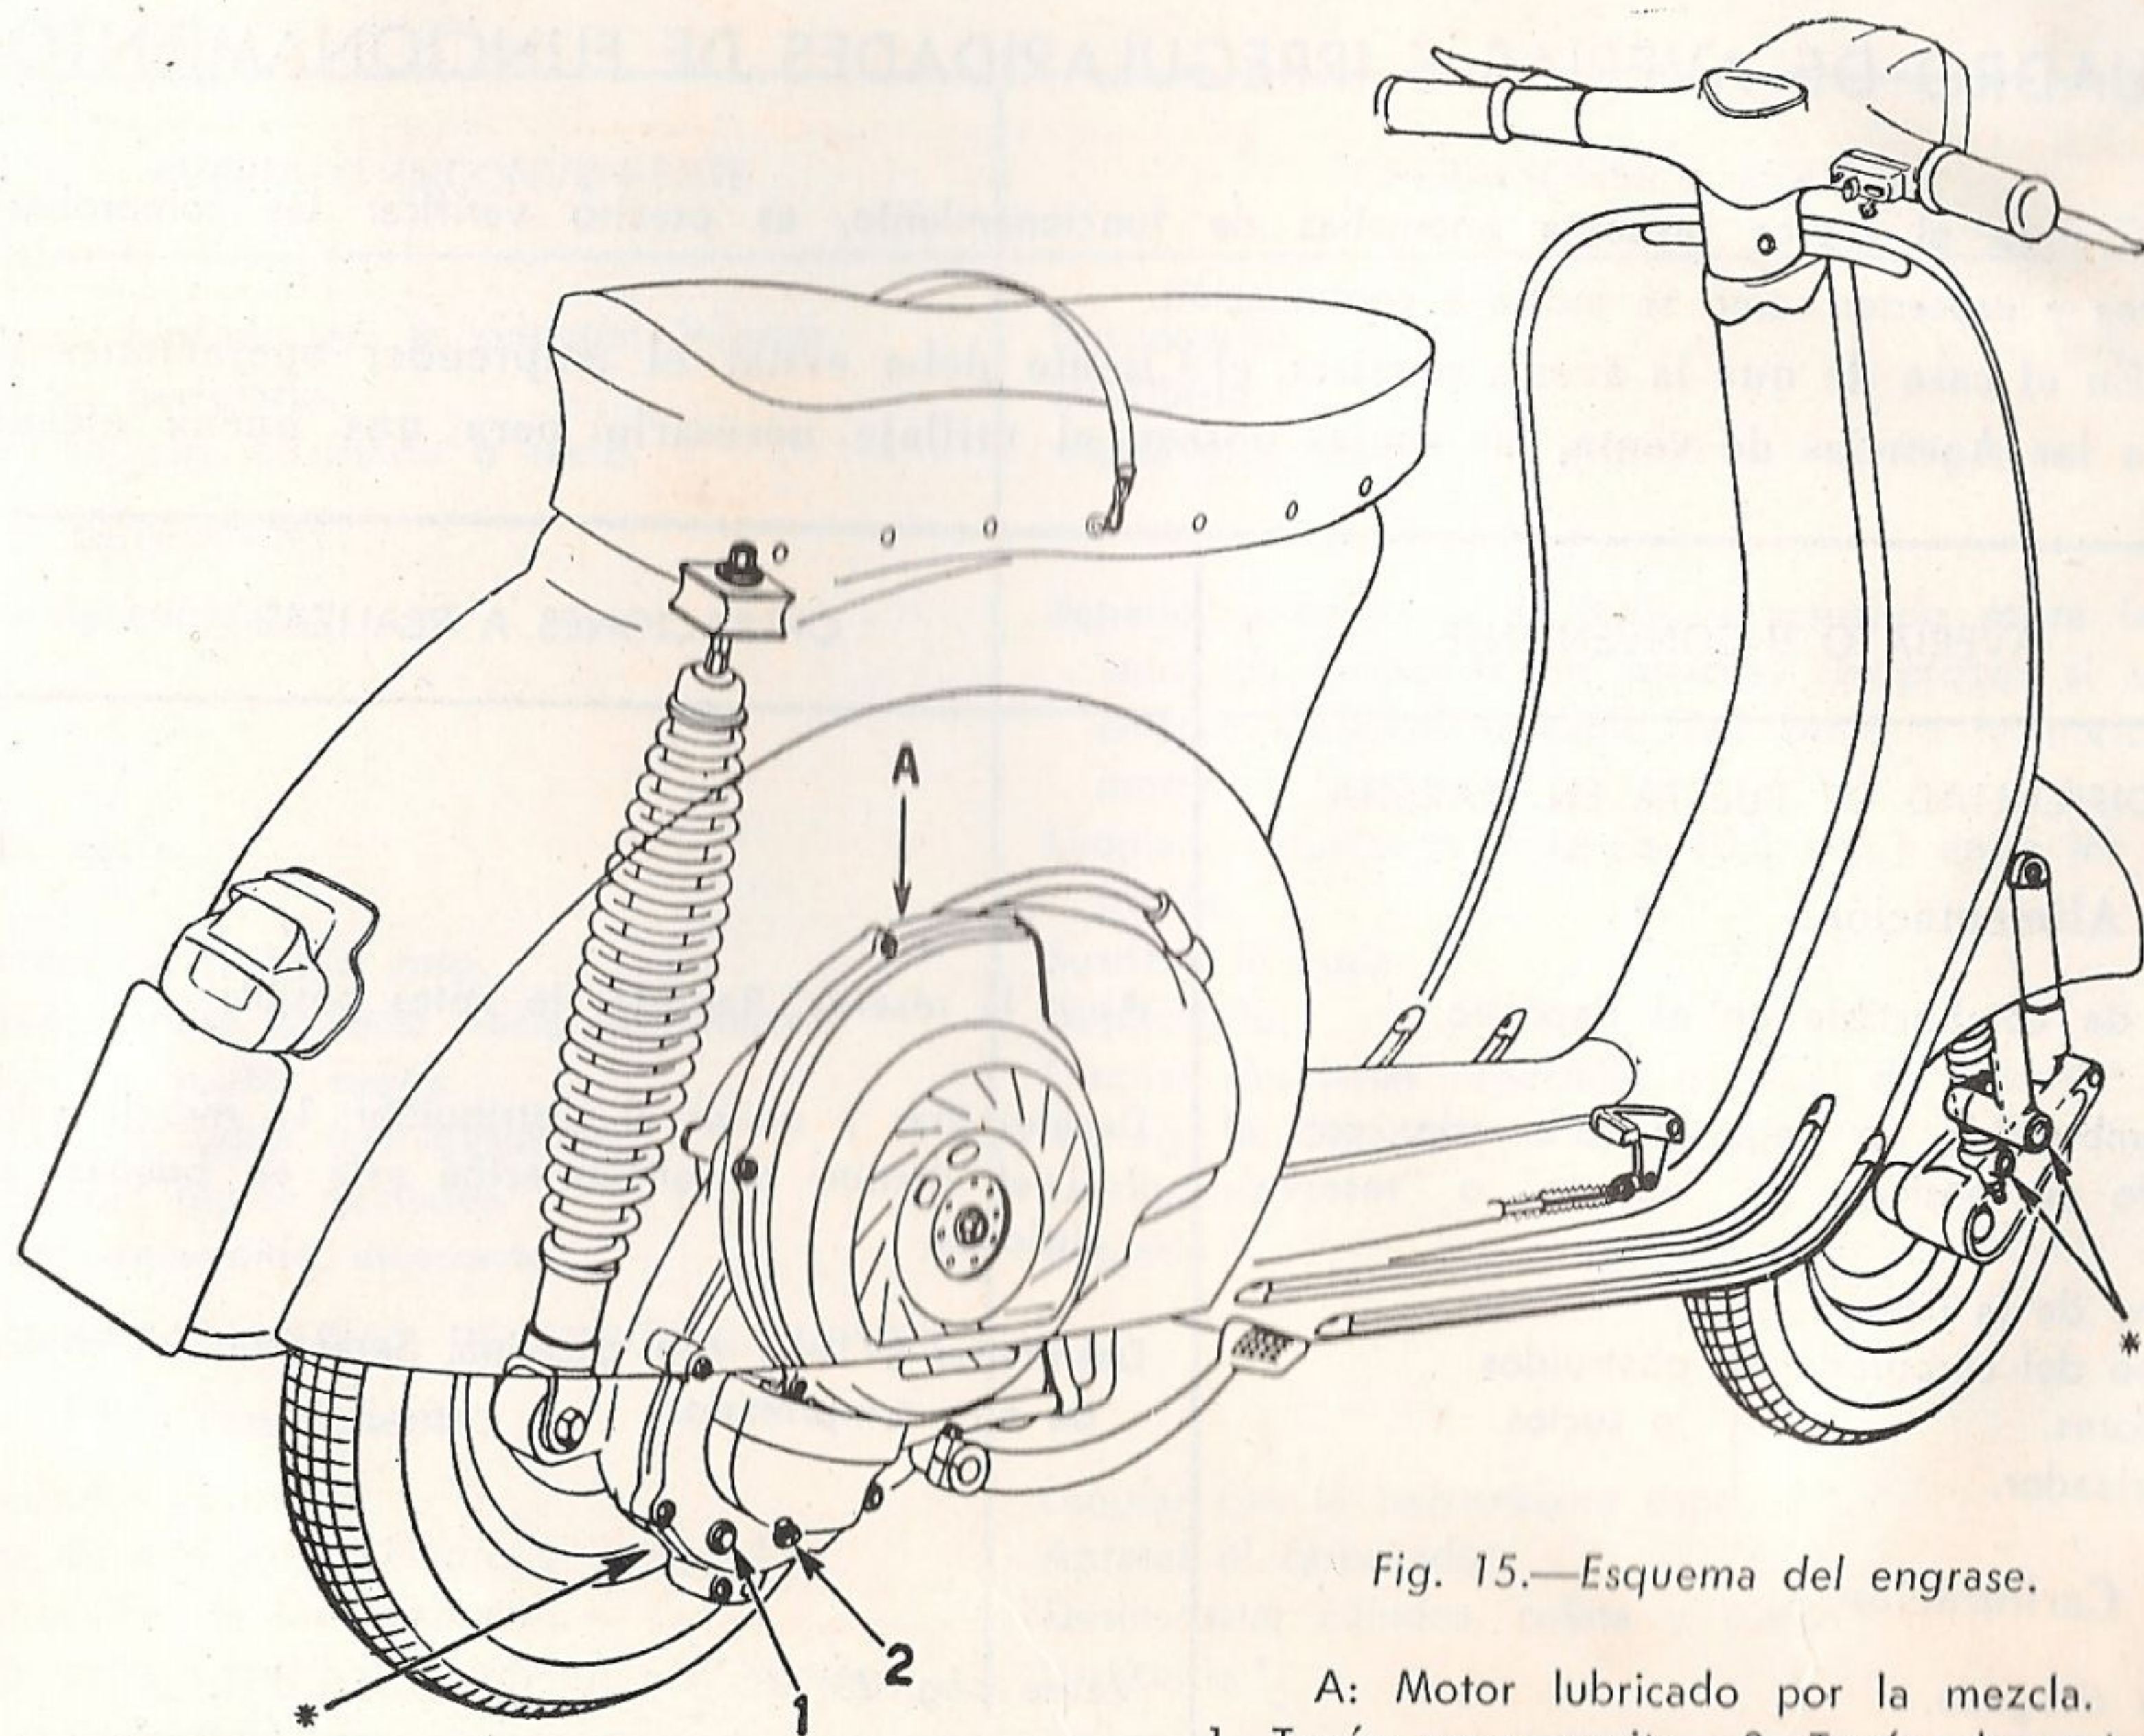

Fig. 15.—Esquema del engrase.
**Antes de poner en servicio la moto.**—Verificar el nivel del aceite en la caja de cambio, desatornillando el tapón de carga de aceite señalado en la fig. 15 con el núm. 1. El nivel de aceite, cuando la moto está sobre el caballete, debe rozar dicho orificio.